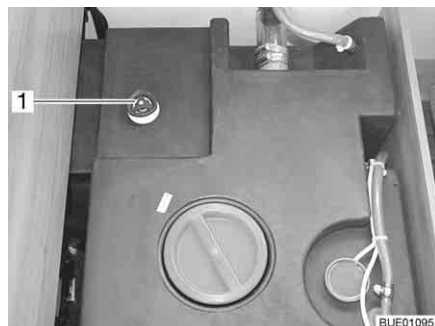

Fig. 206 Serbatoio dell'acqua con maniglia girevole
- Sul serbatoio dell'acqua ruotare la maniglia girevole (Fig. 206,1) in senso antiorario, oltre la resistenza verso l'esterno fino all'arresto, per aprire completamente l'apertura di scarico.